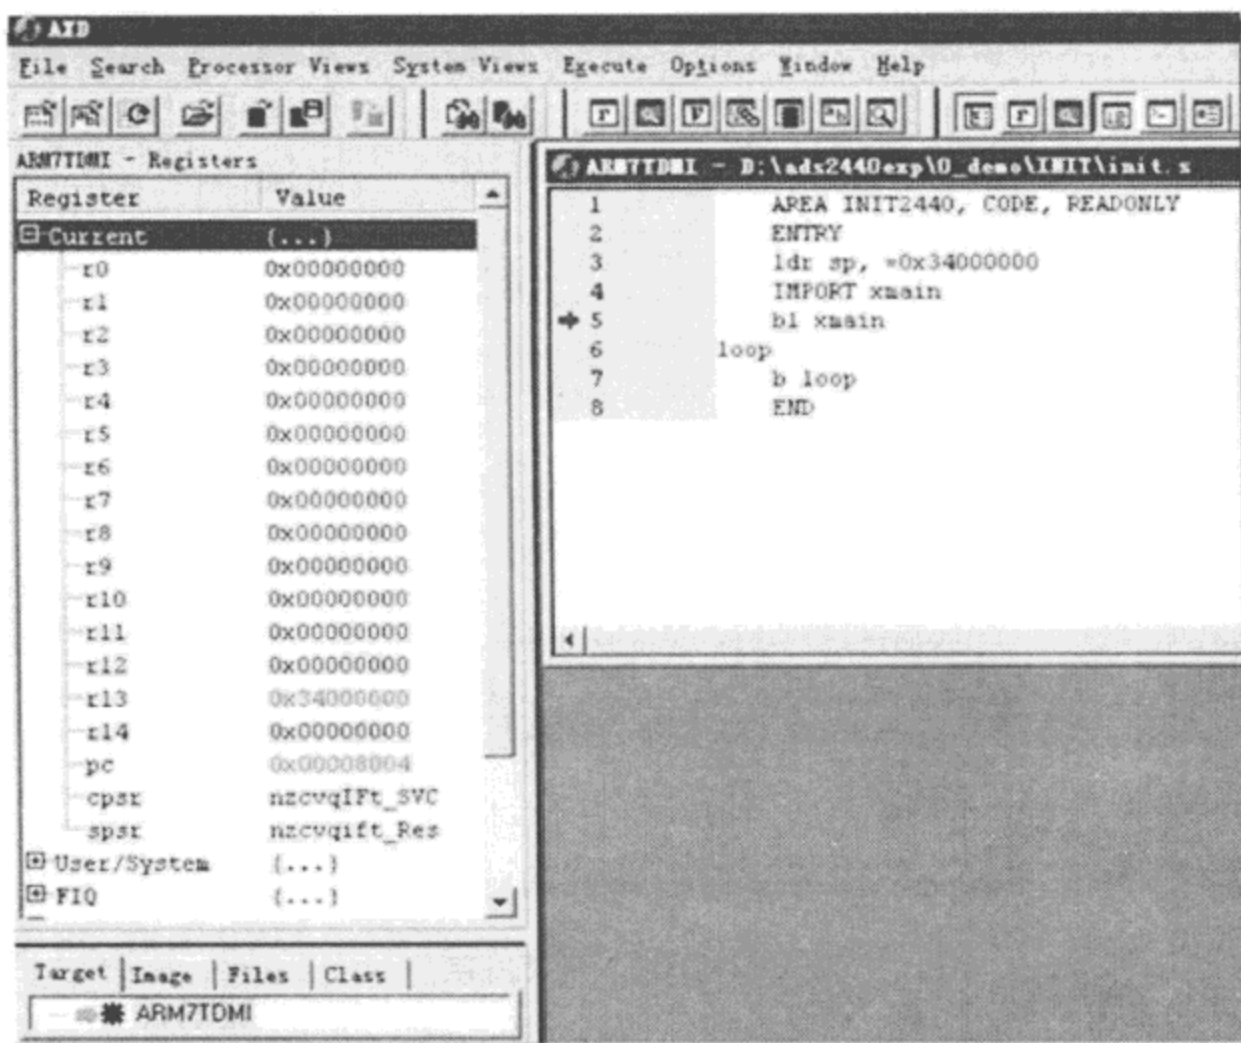

图 1-27 单步执行结果
(5) 单击 Execute→step,可以单步运行程序,如图 1-27 所示。